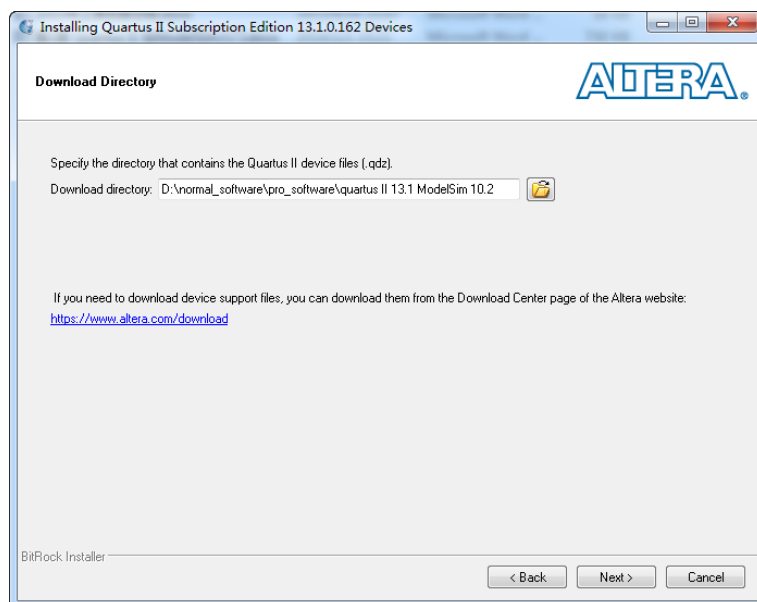

图 1-15 设置器件库所在目录
- 1) 双击桌面的 **Quartus II 13.1 (64-bit)** 打开 Quartus II 软件，选择 **Tools>Install Devices** 打开器件库安装窗口，如图 1-15 所示。设置 cyclone-13.1.0.162.qdz 所在的目录。